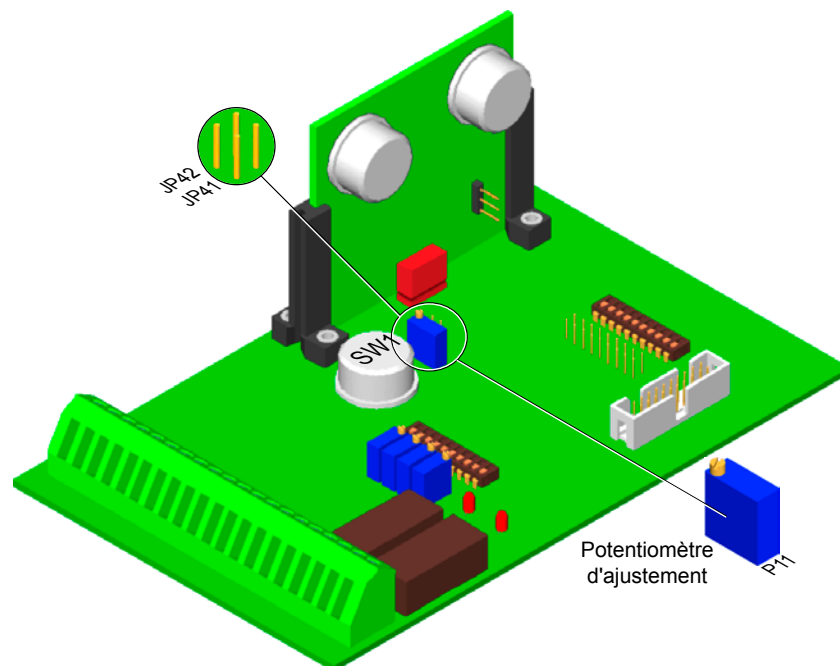

Figure 3-5 Emplacement des éléments d'ajustement pour le coefficient X
- Connecter le cavalier JP41 et enlever le cavalier JP42, montrés à la *figure 3-5*.
4. Le sélecteur SW1 ayant déjà été positionné, ajuster le potentiomètre P11 pour obtenir une tension de sortie $U_{E\ O/P}$ égale à la tension d'entrée $U_{O/P}$, qui est réglée à 1 V, multipliée par le coefficient X, le tout avec une précision de ± 20 mV. Tous ces éléments d'ajustement sont visibles à la *figure 3-5*.